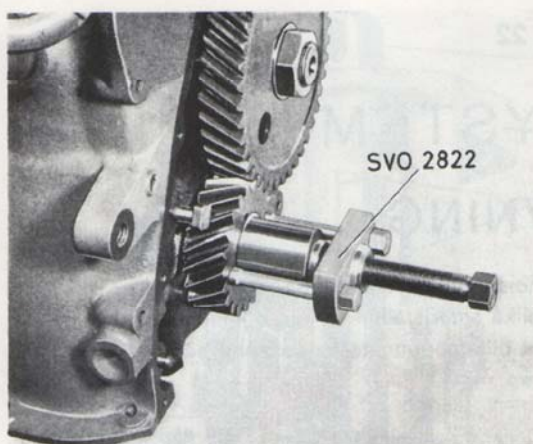

Bild 61. Demontering av vevaxelhjul, B 30
6. Dra av vevaxelhjulet med avdragare 2822, se bild 61.